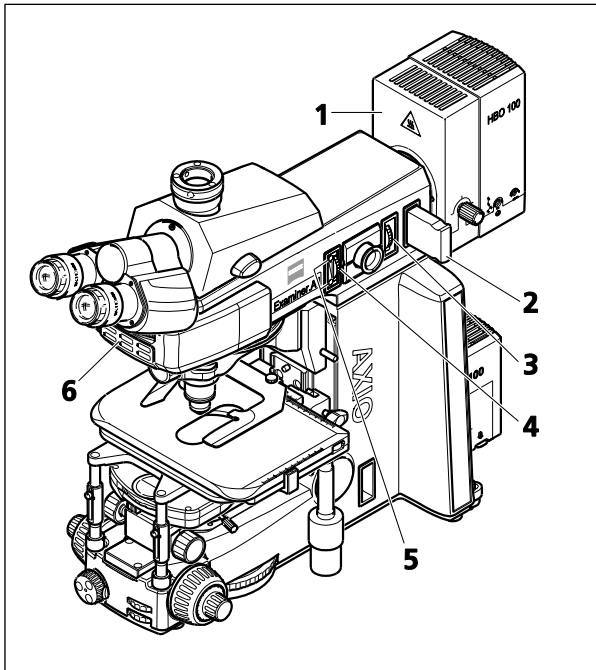

Figure 4-8 Composants pour la fluorescence en lumière réfléchie (Axio Examiner.A1)
- Bloquer momentanément le chemin optique dans le dispositif d'éclairage en lumière réfléchie en utilisant la position de verrouillage du tiroir à filtres en lumière réfléchie (Figure 4-8/2).
- Allumer le dispositif d'éclairage HBO 100 ou HBO 50 (Figure 4-8/1) au niveau du transformateur du dispositif d'éclairage (voir paragraphe 3.2.3) et le laisser chauffer pendant environ 15 min jusqu'à ce qu'il atteigne sa température de fonctionnement.
- Sélectionner et mettre en marche le module réflecteur FL P&C avec la combinaison de filtres de fluorescence souhaitée (en fonction du type d'excitation) sur la tourelle porte-réflecteurs (Figure 4-8/6).
- Activer le chemin optique dans le dispositif d'éclairage à lumière réfléchie lorsque le tiroir à filtres en lumière réfléchie (Figure 4-8/2) est utilisé.
- Si nécessaire, régler l'intensité d'éclairage du dispositif d'éclairage fluorescent (HXP/HBO) à l'aide de la molette de l'atténuateur FL (Figure 4-8/3).
- Fermer le diaphragme de fond clair (Figure 4-8/4) jusqu'à ce qu'il devienne visible dans le champ d'observation.
- Tourner les deux vis de centrage (Figure 4-8/5) pour centrer le diaphragme de fond clair jusqu'à la bordure du champ d'observation.